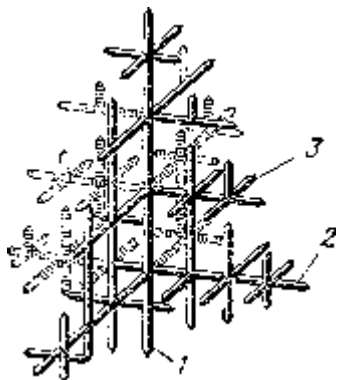

Рис.3. Схема дендритного строения.
Дендритная кристаллизация характеризуется тем, что рост зародышей происходит с неравномерной скоростью. После образования зародышей их развитие идет главным образом в тех направлениях решетки, которые имеют наибольшую плотность упаковки атомов (минимальное межатомное расстояние). В этих направлениях образуются длинные ветви будущего кристалла — так называемые *оси первого порядка* (1 на рис. 3). В дальнейшем от осей первого порядка под определенными углами начинают расти новые оси, которые называют *осями второго порядка* (2), от осей второго порядка растут *оси третьего порядка* (3) и т. д.